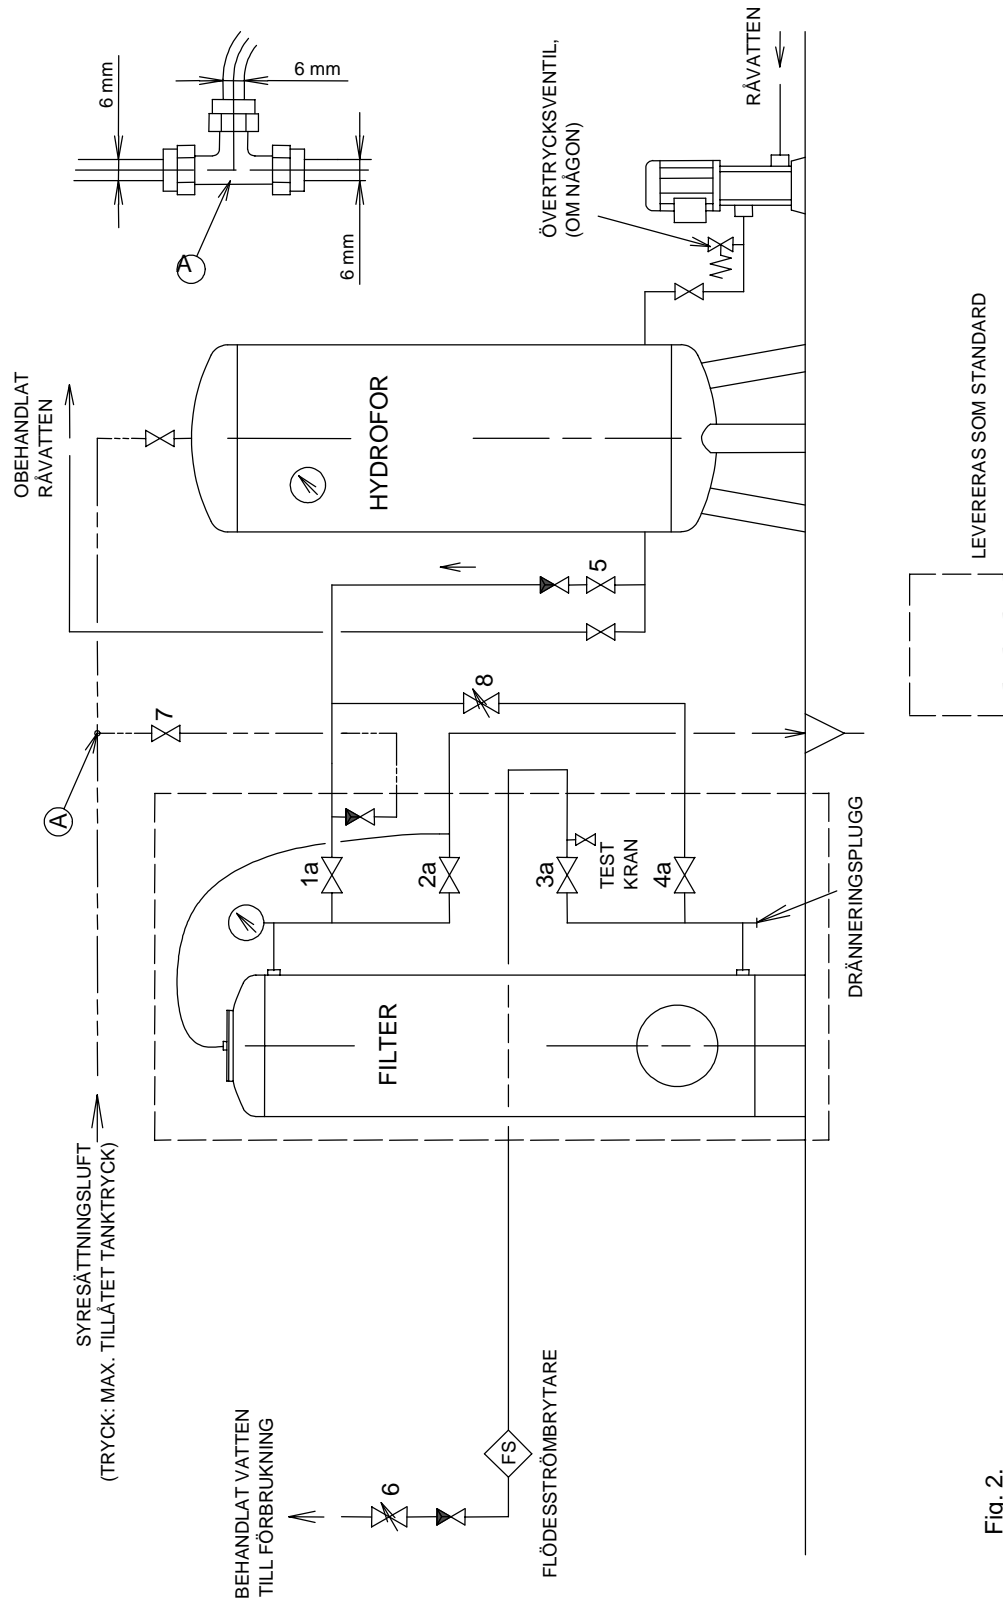

Fig. 2.
5. Filter som monteras efter hydroforen (fig. 2) kräver en flödesströmbrytare för kontroll av kompressorn. Montera flödesströmbrytaren vågrätt med elanslutningen uppåt.